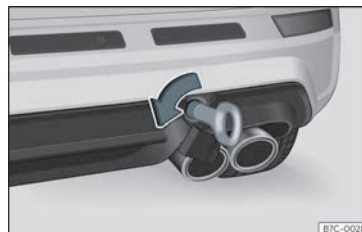

Fig. 44 No lado direito do para-choques traseiro: argola de reboque enroscada.
- Enrosque a argola de reboque no alojamento girando-a ao máximo **no sentido contrário ao dos ponteiros do relógio** >>> **Fig. 44** >>> ❶. Utilize um objeto adequado com o qual possa enroscar completa e firmemente a argola de reboque no seu alojamento.
❶ CUIDADO